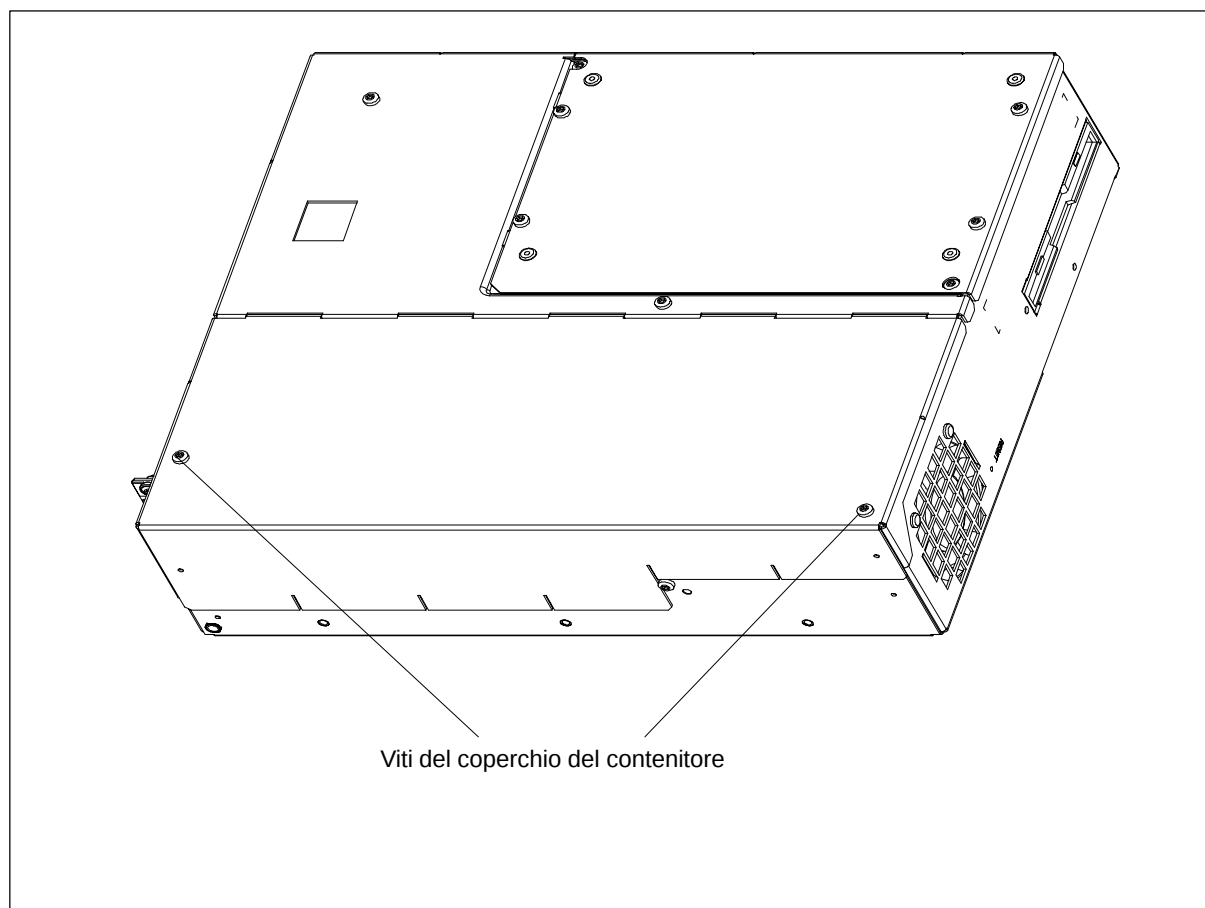

Figura 4-1 L'unità di calcolo preparata per l'apertura
3. Svitare le due viti (vedi figura 4-1) del coperchio del contenitore.